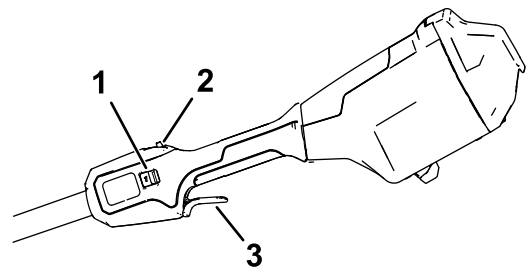

Figur 8
2. Åpne batterilokket (Figur 8).
3. Juster hulrommet i batteripakken med koblingsarmen i batterirommet (Figur 8).
4. Skyv batteripakken inn i batterirommet inntil batteriet låses fast i låsen (Figur 8).